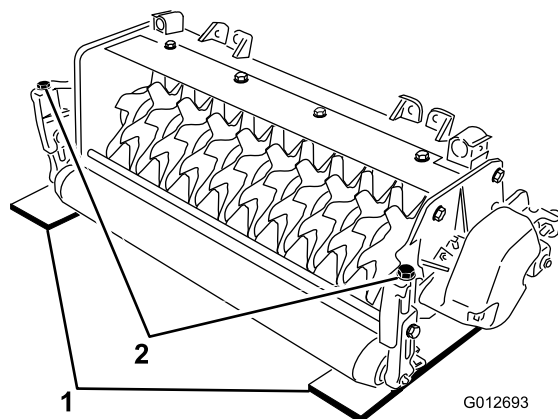

Figure 4
- Placez 2 jauges de profondeur, qui ont la profondeur de pénétration des lames voulues, en dessous du sol, sous les rouleaux avant et arrière du cylindre de verticutting (une à chaque extrémité du cylindre) (Figure 4).
- Tournez le boulon de réglage sur chaque support de hauteur de coupe (Figure 4) afin que les lames du cylindre rencontrent la surface plane à chaque extrémité.